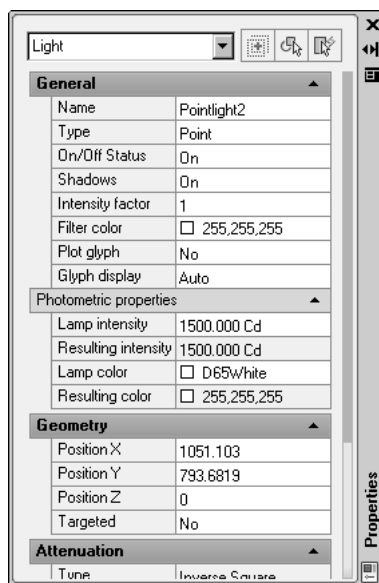

Рис. 13.20. Палитра свойств точечного источника света
3. Выберите пиктограмму источника света щелчком на ее изображении, а затем вызовите палитру **Properties** (Свойства) (рис. 13.20), в которой присвойте свойства, приведенные табл. 13.2.